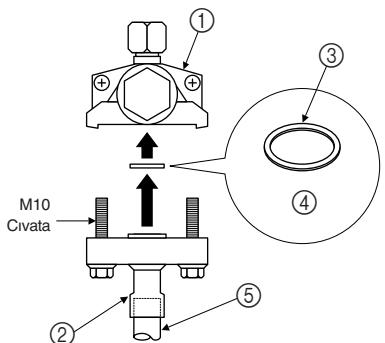

Fig. 5-2
- (3) Gaz taraflarındaki boruların bağlanmasında aşağıdaki prosedürü izleyin. (Fig. 5-2)
- Dış ünite için verilmiş olan flanş bağlantısı ②'yi yerel olarak temin edeceğiniz kaplama maddeleriyle kaplayın.
- Flanslı boruyu vana gövdesine bağlamak için verilmiş olan yeni muhafaza ③'ü, her zaman boruyu kesme vanasına bağlamadan önce bağlayın.
- (4) Soğutucu borularının montaj civatalarını taktiktan sonra, mevcut boru tesisatında ve iç ünitelerde gaz sızıntısı olup olmadığını kontrol edin.